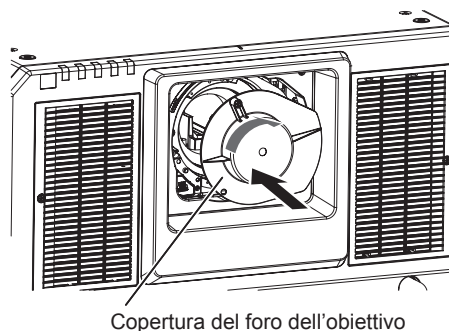

Fig. 2
- 3) **Collegare la copertura del foro dell'obiettivo in dotazione. (Fig. 2)**